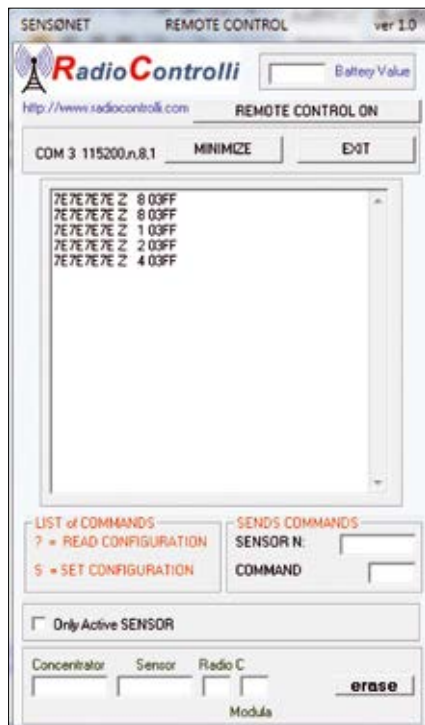

Fig. 4 - Finestra di monitor con in evidenza i dati ricevuti dall'unità di comando.
Fatto ciò, si può prendere l'unità trasmittente, equipaggiata della propria antenna, alimentarla e premere i quattro pulsanti uno alla volta; nella finestra di monitor della schermata vedrete apparire i dati ricevuti, ognuno dei quali occupa una riga (Fig. 4). Nel caso d'esempio, notate che 7E7E7E7E è il numero di serie assegnato in fabbrica ad ogni radiocomando, mentre 8,1,2,4 identifica il numero di tasto premuto. Nel caso proposto dalla Fig. 4, 03FF è il valore esadecimale relativo alla posizione del potenziometro nella modalità PWM dell'RCS1K-868, che in questa applicazione non è utilizzata. È possibile modificare il numero di serie procedendo dalla sezione SENDS COMMANDS, come verrà spiegato tra breve. Il modulo RTX riferito all'unità ricevente, ha un address (ID) specifico di 8 byte definito in fabbrica, che può essere ad esempio 1E010001 (per impostazione pre-